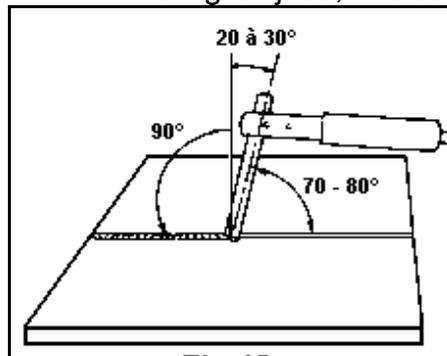

Figure.5.14
- Déplacez lentement l'électrode le long du joint, devant le bain de fusion (Fig.5.14).